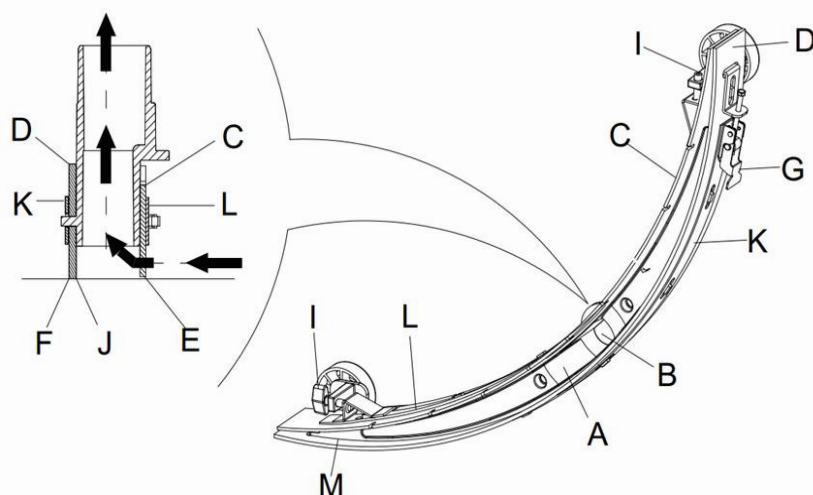

Figura 15
2. Presione el interruptor de encendido (41) en posición "O" para apagar la máquina.
3. Desenrosque el mango fijo (16) de la escobilla de goma; desmonte el conector que junta la manguera de aspiración de recuperación de la escobilla de goma y retire la escobilla.
4. Use la palanca de elevación de la escobilla (14) para levantar el bastidor de la escobilla.
5. Limpie la escobilla de goma (**Figura 15**). Limpie bien la ranura (**A, Figura 15**) la suciedad y los escombros de la manguera de aspiración. Compruebe si la lámina delantera (**C**) y la lámina posterior (**D**) permanecen intactas o si tienen grietas y bordes rotos. Reemplácelos si hace falta (refiérase a los pasos en el apartado que sigue).
1. Observando los métodos mencionados en la sección anterior, limpie la escobilla de goma (**Figura 15**).
2. Inspeccione el borde (**E, Figura 15**) en la lámina delantera de la escobilla y el borde (**F**) de la lámina posterior (**D**). A lo largo de su longitud, deben ser alineados. De lo contrario ajuste su altura conforme a los siguientes procedimientos: